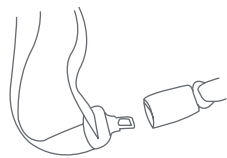

Fig. 45-2
10. Un cinturón de seguridad de regazo/hombro combinado con **una hebilla que puede deslizarse libremente** por el cinturón de seguridad puede requerir que se use un gancho de fijación (Fig. 45-2). Verifique el manual del propietario de su vehículo para ver si el fabricante del vehículo ha proporcionado una forma alternativa, como un retractor de cierre con el cual pueda evitarse el movimiento de la parte del regazo del cinturón de seguridad.